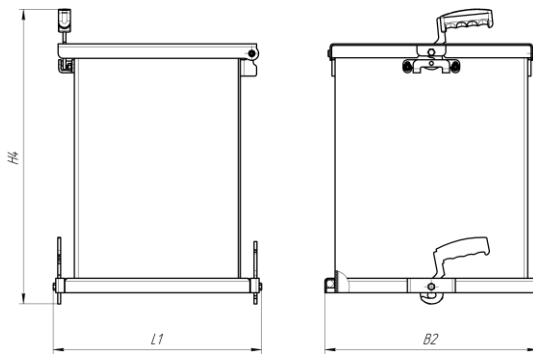
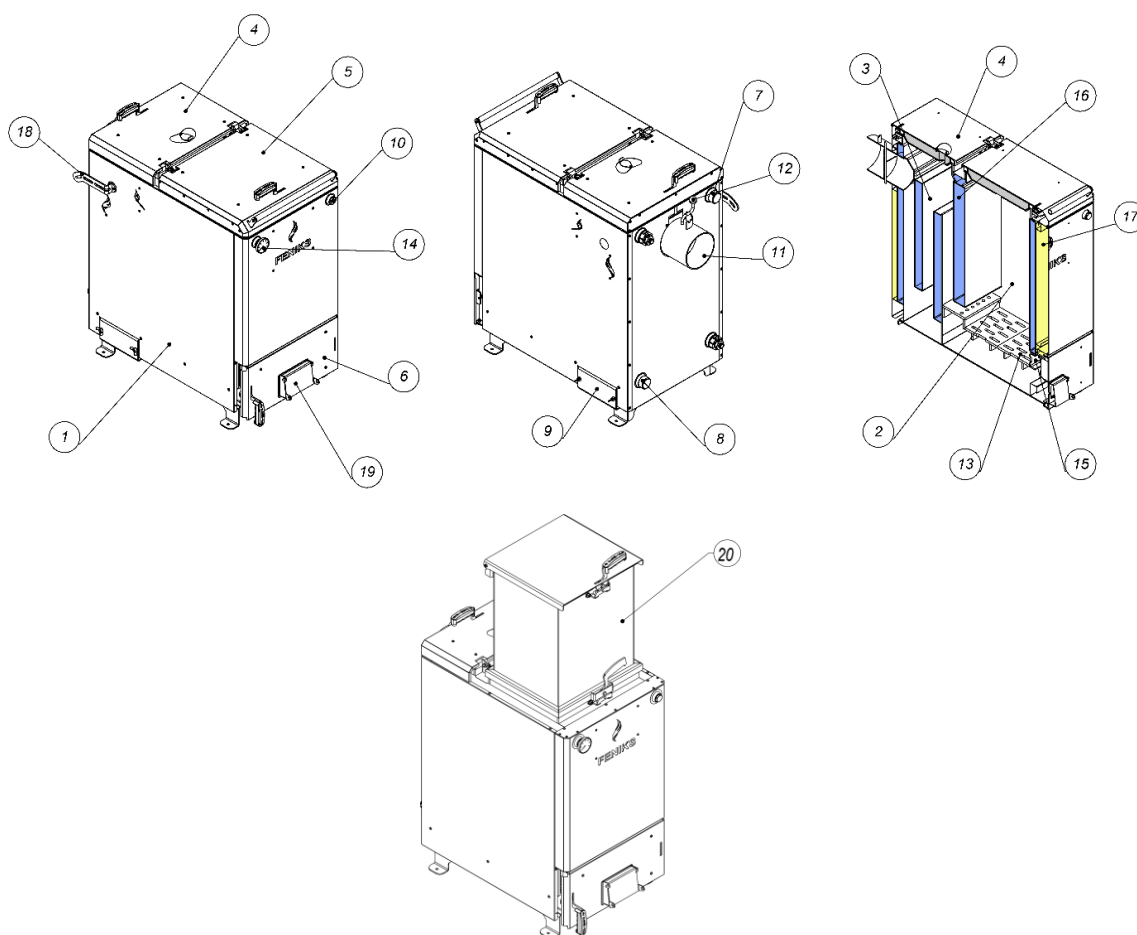

Рисунок 3 – Позначення габаритів додаткового бункера
Рисунок 4 – Зовнішній вигляд та основні елементи котла
Конструктивно котел являє собою збірно-зварену конструкцію, що складається з корпусу (поз. 1, рис. 4) з камерою згоряння (топкою) (поз. 2, рис. 4). Конвекційна частина котла складається з вертикальних полиць (поз. 3, рис. 3), які розташовані безпосередньо за топкою.
Корпус котла виконаний в формі паралелепіпеду з подвійними стінками, які розділені водними перегородками (поз. 16, рис. 4). На зовнішній поверхні корпусу під декоративною обшивкою закріплена теплова ізоляція. (поз. 17, рис. 4).
Паливо для процесу спалення завантажується на колосникові ґрати (поз. 13, рис. 4) крізь завантажувальні дверцята (поз. 5, рис. 4). Згоряння палива в топці відбувається за участю повітря, яке постачається наступним чином:
- у котлі з механічним регулятором тяги – крізь вікно клапана подачі повітря (поз. 19, рис. 4), що закривається кришкою, під колосникові ґрати. Кількість повітря, необхідного для процесу згоряння, регулюється механічним регулятором тяги, який шляхом натягу або послаблення ланцюга керує положенням кришки клапана. Регулятор тяги не входить до комплекту поставки котла.
Вентилятор подачі повітря встановлюється на дверцята ревізійні (поз. 6, рис. 4) замість клапана подачі повітря (поз. 19, рис. 4).
Підведення і відведення теплоносія здійснюється відповідно через патрубки зворотної мережної води (поз. 8, рис. 4) і прямої мережної води (поз. 7, рис. 4).
Топочні гази виходять у димохід крізь боров (поз. 11, рис. 4), розташований у задній частині котла. Боров обладнано вбудованим дросельним клапаном продуктів згоряння – шибером (поз. 12, рис. 4). У випадку надто високої тяги у димоході шибер дає можливість її знизити шляхом часткового перекривання вихідного отвору борова.
Для спрощення процедури розпалення котла (та зменшення задимлення приміщення котельні) в конструкції котла (тільки для 20-30 кВт) передбачено шибер теплообмінника (поз. 18, рис. 4). Перед процедурою розпалення ручку шибера поз. 18 рекомендується встановити в положення «повністю відкрито» (тобто ручку шибера потрібно повернути в положення над сірником). Після того, як перша порція палива розгориться, та після повного дозавантаження топки, ручку шибера (поз. 18, рис. 4) рекомендується встановити в положення «повністю закрито» (тобто ручку шибера потрібно повернути в положення над вогником).
На передній стінці корпусу котла, у верхній її частині розташований штуцер для встановлення запобіжного клапана котла (поз. 10, рис. 4).
Ревізійні дверцята (поз. 6, рис. 4), що розташовані на передній стінці котла, необхідні для періодичного чищення колосникових ґрат, а також для можливості спорожнення підколосникової зони.
Для чищення полиць теплообмінника призначені дверцята (поз. 4 та поз. 9, рис. 4).
Для збільшення топки можна придбати додатковий бункер (поз. 20, рис. 4). Дана модифікація встановлюється зверху замість дверцят завантаження (поз. 5, рис. 4). Завдяки бункеру можна збільшити тривалість горіння. Для того щоб встановити додатковий бункер спочатку потрібно, відкрутити гайки кріплення дверцят завантаження (поз. 5, рис. 4), та зняти її. Після чого встановити кронштейн, який йде в комплекті та затиснути гайками. Далі встановити зверху бункер та затягнути за допомогою ручок що розташовані з двох сторін бункера.
Регулятор тяги необхідно приєднати до патрубку з внутрішньою різьбою, який знаходиться у верхній частині корпусу (рис. 3). Різьбове з'єднання при цьому потрібно ущільнити. Регулятор повернути таким чином, щоб наконечник для закріплення шестигранного важеля (з комплекту регулятора) був направлений вправо.